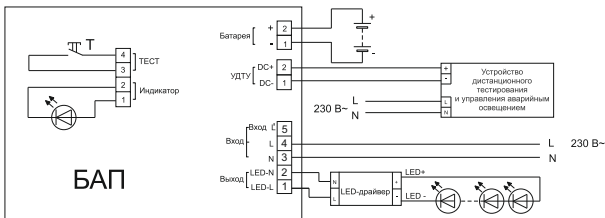

Рисунок 3
2.2 Постоянный режим. БАП подключается к светодиодному модулю и LED-драйверу, а выходные клеммы L и L' БАП закорачиваются (рисунок 3). В рабочем режиме происходит подзарядка аккумуляторной батареи (горит красный светодиод), и питание светодиодного модуля производится через LED-драйвер от сети 230 В-.